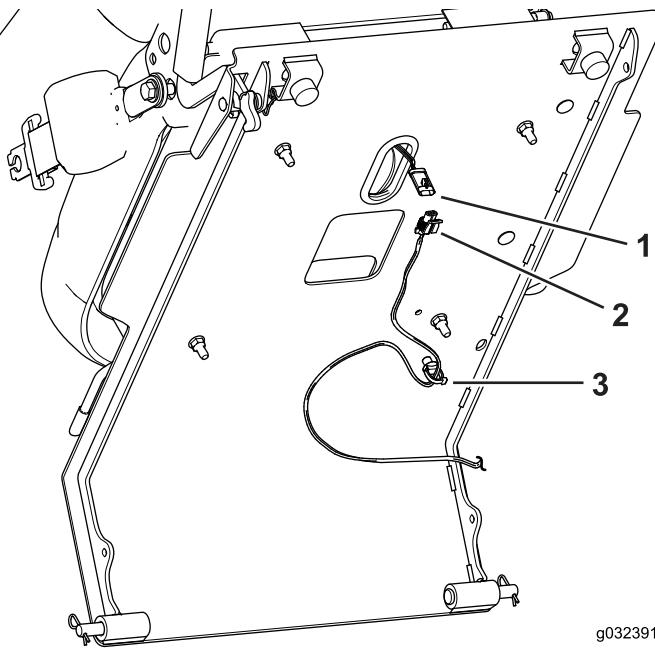

Figure 5
2. Débranchez le contacteur de siège, situé au bas de la plate-forme du siège, du faisceau de câblage (Figure 5).
3. Détachez le serre-câble au fond de la plate-forme du siège (Figure 5).